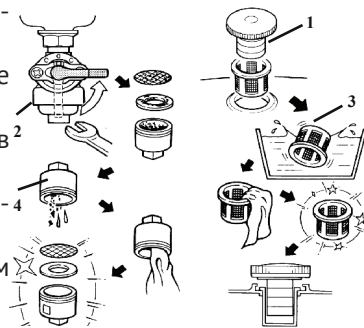

рис. 6
- снимите крышку бензобака (рис.6 поз.1) и колпачок крана подачи бензина (рис.6 поз.2), стараясь не повредить уплотнение;
- удалите загрязнения с фильтров (рис.6 поз.3 и 4) промыванием в растворителе (типа Уайт-Спирит) и продувкой;
6.6.2 Слейте или полностью выработайте имеющуюся в баке топливную смесь (слив производится снятием колпачка крана подачи топлива (рис.6 поз.2).